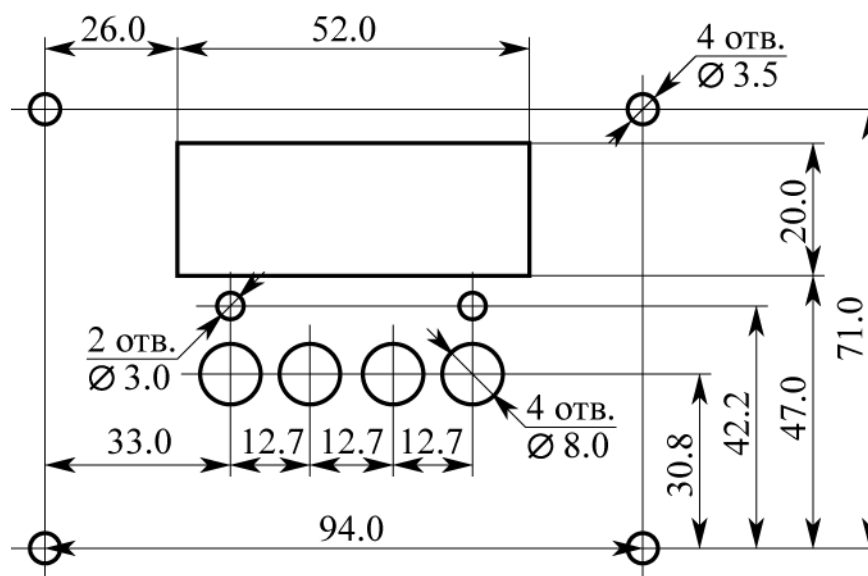

Рисунок 5. Посадочные размеры для несущей панели
4.4. На рис. 5. приведены размеры посадочные размеры для доработки несущей панели, на которую будет монтироваться терморегулятор.